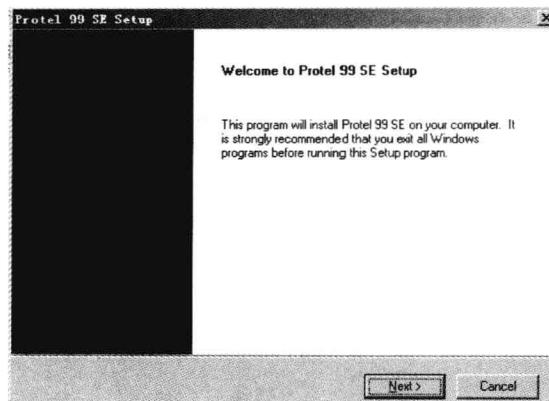

图 1-1 “Welcome to Protel 99 SE Setup” 对话框
1) 安装 Protel 99 SE 软件比较简单，只要按照安装向导一步一步地安装即可。用鼠标双击 Protel 99 SE 安装程序的“setup.exe”文件，启动安装向导，弹出“Welcome to Protel 99 SE Setup”对话框，如图 1-1 所示。